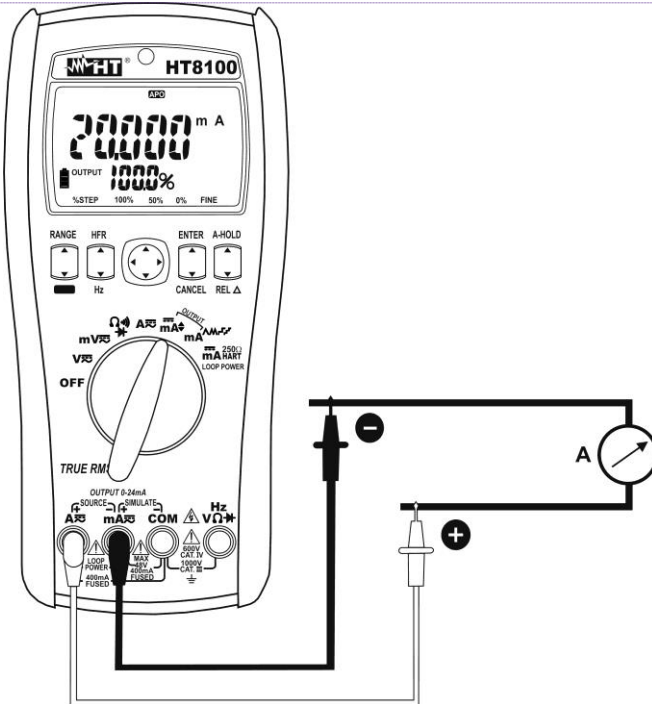

Abb. 8: Verwendung des Gerätes für Gleichstromerzeugung
5. Stellen Sie die rote Messleitung und die schwarze Messleitung in die Punkte mit positivem und negativem Potenzial des externen passiven Gerätes, das versorgt werden muss (siehe Abb. 8, Abb. 8).